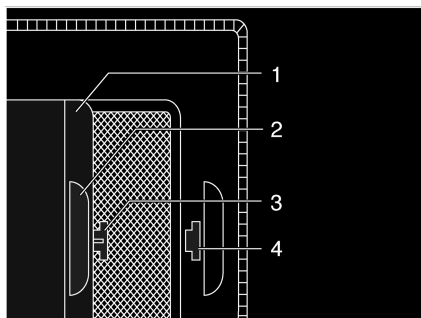

Fig. 62 Store occultant
- Tirer le store occultant (Fig. 62,1) par la poignée (Fig. 62,2) et accrocher le crochet (Fig. 62,3) dans l'ouverture (Fig. 62,4).
- Tirer le crochet (Fig. 62,3) de l'ouverture (Fig. 62,4) et laisser revenir le store occultant.